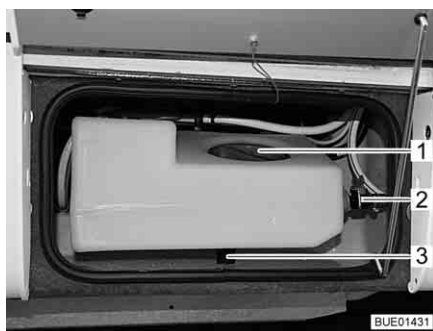
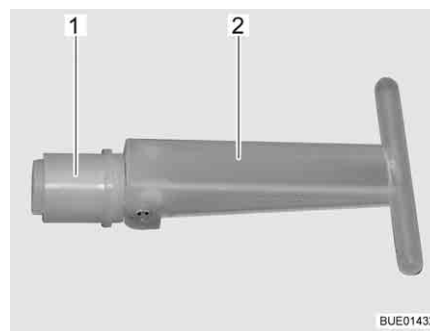

Bild 229 Zusatz-Wassertank
Bild 230 Verschluss-Stopfen
Wenn das Entleerventil (Bild 229,2) offen ist, ist die Füllmenge des Zusatz-Wassertanks auf ca. 30 l begrenzt; überschüssiges Wasser läuft ab. Wenn das Entleerventil geschlossen ist, steht das gesamte Tankvolumen zur Verfügung.
Wenn der Verschluss-Stopfen (Bild 230,1) im Inneren des Zusatz-Wassertanks gezogen wird, fließt das Wasser über den Ablauf (Bild 229,3) ab. Der Verschluss-Stopfen ist durch die Serviceöffnung (Bild 229,1) erreichbar.
- Sicherstellen, dass der Verschluss-Stopfen (Bild 230,1) im Zusatz-Wassertank geschlossen ist (Handgriff (Bild 230,2) ist umgeklappt).
- Sicherstellen, dass das Entleerventil (Bild 229,2) geschlossen ist.
- Serviceöffnung (Bild 229,1) im Zusatz-Wassertank öffnen.
- Durch die Serviceöffnung den Handgriff (Bild 230,2) des Verschluss-Stopfens (Bild 230,1) senkrecht stellen und den Verschluss-Stopfen herausziehen.
- Entleerventil (Bild 229,2) am Zusatz-Wassertank öffnen.